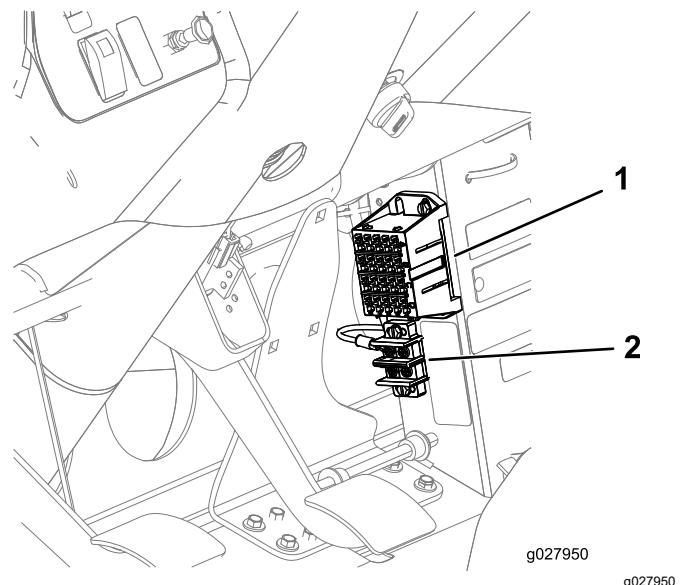

Figura 34
2. Collegate il terminale ad anello sul cablaggio alla morsettiera di messa a terra e inserite il connettore del portafusibili in un collegamento disponibile nel portafusibili (Figura 34).